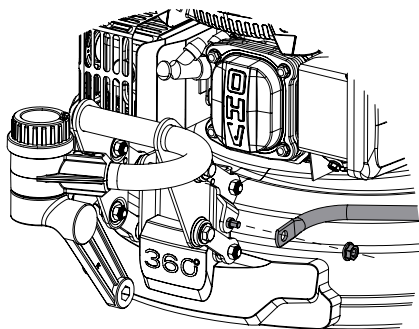

Рис. 6. Крепление тяги механизма регулировки высоты скашивания
- закрепите тягу механизма регулировки высоты скашивания на кронштейне переднего колеса. Установите тягу на шпильку, после чего закрутите гайку (Рис. 6);